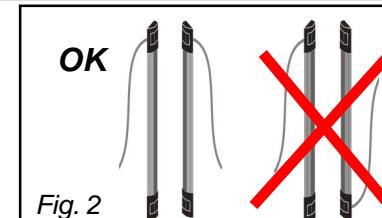

Fig. 2
- » Devono essere montate con lo stesso orientamento e il cavo deve uscire per entrambe le colonne dallo stesso lato (fig. 2).
» Elles doivent être montées avec la même orientation de façon que le câble sorte de la même côté (fig. 2).
- » The barriers must be mounted in the same sens so that the cable comes out on the same side (fig. 2).